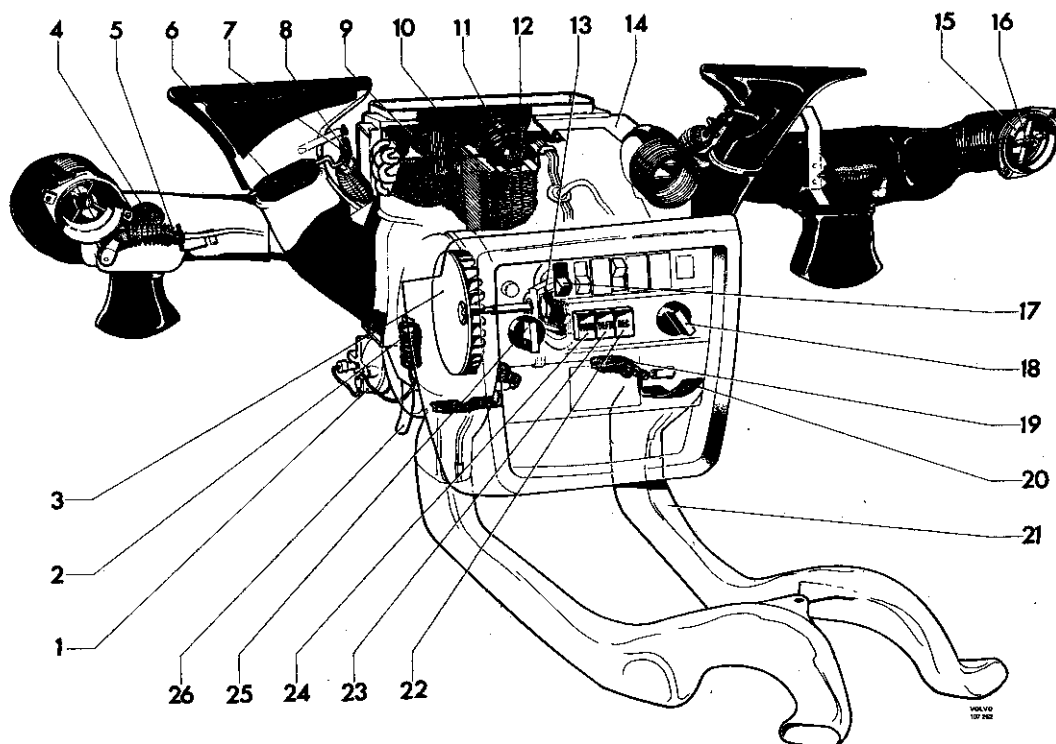
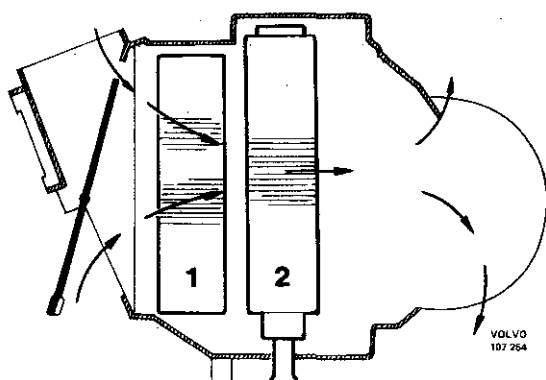

Abb. 8-4 Kombinationseinheit
Abb. 8-6 Luftzirkulation durch die Anlage, interne Zirkulation
Diese Anlage ist eine kombinierte Warmluft- und Frischluftanlage, die für den Einbau eines Klimators vorbereitet ist. Sie besteht aus einer hinter dem Armaturenbrett eingebauten Zentraleinheit (14, Abb. 8-4) sowie Luftkanälen und Düsen zur Verteilung der Luftmenge auf verschiedene Stellen im Coupe. Sämtliche Luftregelklappen werden mit Unterdruck gesteuert. Der Unterdruck wird vom Ansaugrohr des Motors hergeleitet und in einem motorraumseitig angebrachten Behälter gespeichert. Die vier richtungsverstellbaren Kugel-Belüftungsdüsen (15) im Armaturenbrett sind von Hand regulierbar und lassen sich unabhängig voneinander mit einem Drehknopf im Düsenzentrum (16) öffnen und schließen. Für die Luftzirkulation sorgt ein Gebläse (13) in der Zentraleinheit. Der Gebläsemotor ist mit durchge-
Nach Eindrücken der Drucktaste „FLOOR“ wird die volle Luftmenge durch die vorderen und hinteren Fußdüsen ausgestrahlt, während die Entfrosterwirkung schwach bleibt. Wenn die mittlere Drucktaste „DEF“ eingedrückt wird, sind bei voller Entfrosterwirkung alle Fußdüsen geschlossen. Durch das Eindrücken der rechten Drucktaste „REC“ wird die Frischluftklappe auf interne Zirkulation der im Coupe angestauten Luftmenge umgestellt (Abb. 8-6). Bei dieser Stellung der Frischluftklappe wird nur eine geringe Menge
Auch nach Einschalten der Klimaanlage (mit dem Kipptastenschalter 17, Abb. 8-4 auf der Mittelkonsole) wird die Lufttemperatur mit dem Drehschalter „TEMP“ reguliert. Abb. 8-6 zeigt, wie die angesaugte Luft erst beim Vorbeiströmen am Klimator (1) abgekühlt wird und anschließend beim Durchströmen des Zellenblockes (2) der Heizung auf die mit dem Drehschalter „TEMP“ eingestellte Temperatur erwärmt wird. Indem die Luft am Klimator vorbeiströmt, wird sie nicht nur abgekühlt, sondern gleichzeitig entfeuchtet. Die Luftfeuchtigkeit, die sich im Klimator abschlägt, kann durch zwei in den Getriebetunnel verlegte Schläuche (26, Abb. 8-4) abfließen.